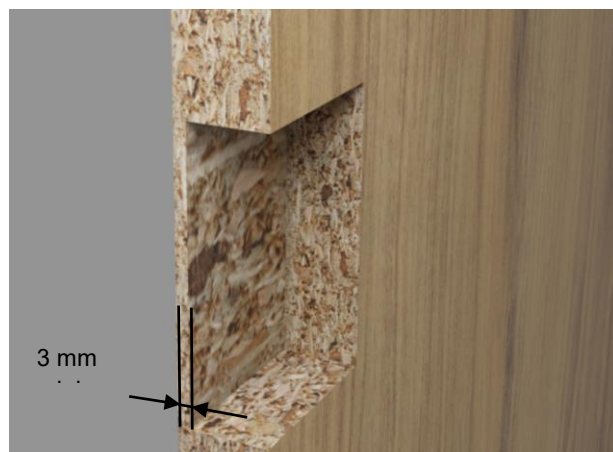

Imagen 16
- En el caso de desfondamiento no cruzador en el tablero (Imagen 16), asegúrate de conservar un espesor residual de 3 mm.